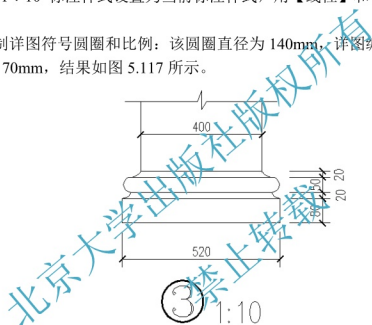
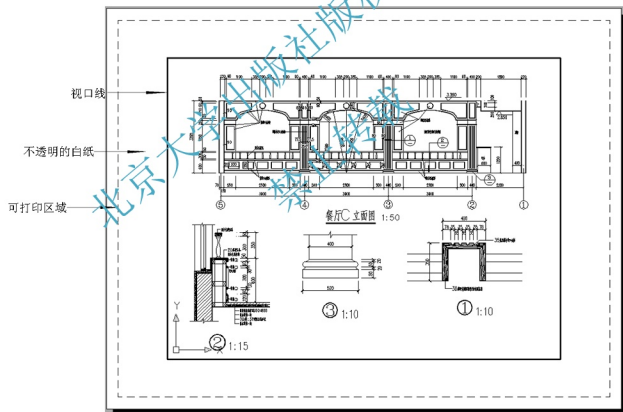

图 5.117 装饰柱柱础详图
图 5.122 布局界面
(1) 单击【修改】工具栏上的【复制】图标  或在命令行输入 “Co” 并按 Enter 键，启动【复制】命令。
① 在选择对象：提示下，选择 C 立面图中的柱础，并按 Enter 键进入下一步命令。
② 在指定基点或 [位移(D)] <位移>：提示下，捕捉柱础的左下角点作为复制基点。
③ 在指定基点或 [位移(D)] <位移>：指定第二个点或 <使用第一个点作为位移>：提示下，在立面图下部空白处单击，确定被复制对象的位置。
(2) 将 1:10 标注样式设置为当前标注样式，用【线性】和【连续】标注命令标注细部尺寸。
(3) 绘制详图符号圆圈和比例：该圆圈直径为 140mm，详图编号字高为 100mm，详图比例字高为 70mm，结果如图 5.117 所示。
(1) 布局和模型空间的关系：图形是在模型空间内绘制的，布局就像一张不透明的白纸蒙在模型空间上，在这张白纸上开孔就可以看到开孔位置上的模型空间内的图形，其他部位模型空间内的图形被白纸覆盖遮挡。这里提到的“孔”的概念在 AutoCAD 内称为“视口”。
(2) 打开图 5.117，然后单击【布局 1】进入布局 1，进行多重比例的布图，如图 5.122 所示。